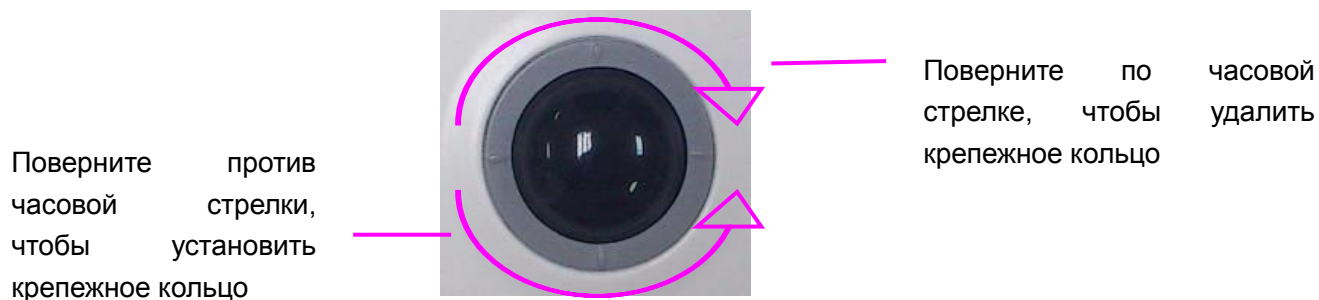

Рис. 15-1 Сборка и разборка трекбола
2. Снимите трекбол, как показано на *Рис. 15-1*.